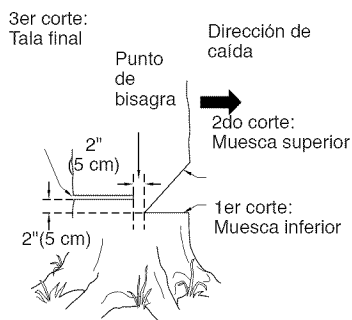

Figura 12 - Tala de un árbol
1. Haga el corte inferior de la muesca tan cerca del suelo como sea posible. Sujete la sierra de modo que la barra de guía se encuentre en posición horizontal. Corte a través del tronco del árbol hasta atravesar 1/3 de su diámetro (vea la Figura 12). Nota: Haga siempre este corte inferior horizontal en primer lugar. Si lo hace en segundo lugar, el árbol puede presionar la cadena o la barra de guía.
Por ejemplo: Si el corte inferior tiene una profundidad de 20 cm, comience el corte superior 20 cm por encima de aquél. Corte en dirección hacia abajo y a un ángulo de 45°. El corte superior de la muesca debe llegar y unirse al punto final del corte inferior (vea la Figura 12).
1. Haga el corte de tala final 5 cm por encima del corte inferior de la muesca y sobre el lado opuesto del árbol (vea la Figura 12). Mantenga el corte de tala final paralelo al corte inferior de la muesca.